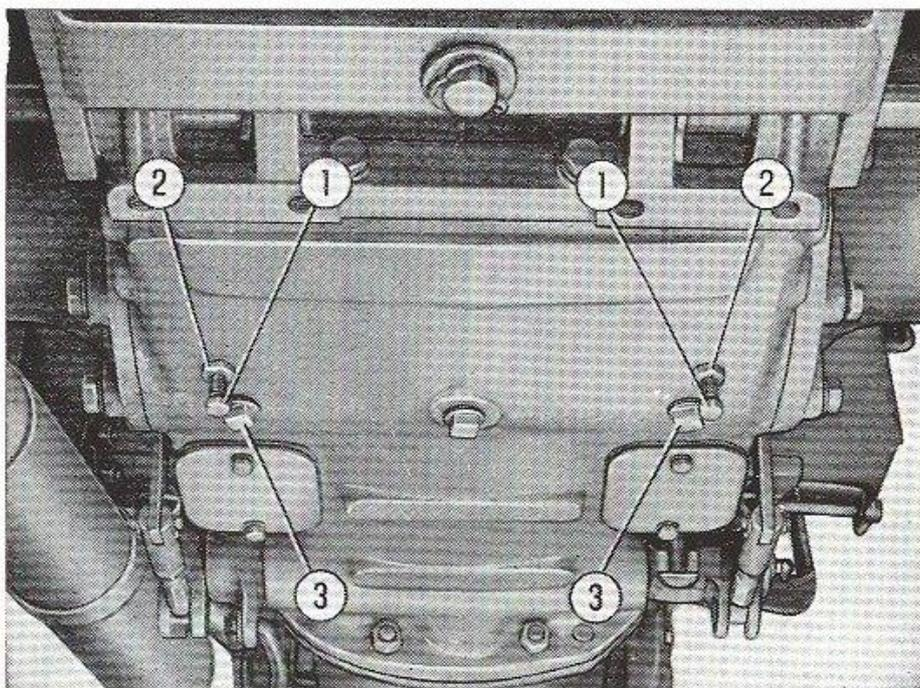

FIG. 26 — Vis de centrage des rubans de freins
- Desserrer l'écrou de blocage des deux vis de centrage des rubans de freins (voir fig. 26), serrer les vis à fond, puis les dévisser d'un tour et demi et les bloquer dans cette position ;
- Effectuer enfin par les bouchons **3** (fig. 26) les dépôts qui ont pu s'accumuler dans les carters de freins.